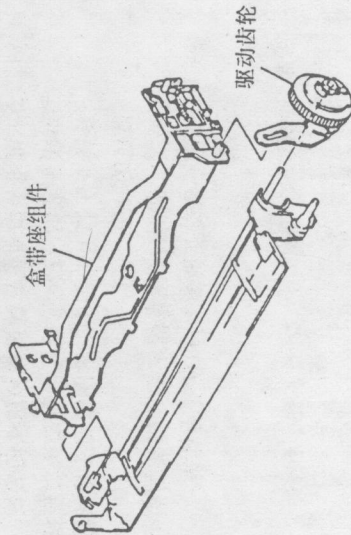

图55
步骤: ①将驱动齿轮拉出,如图55所示;
②卸下盒带座组件。